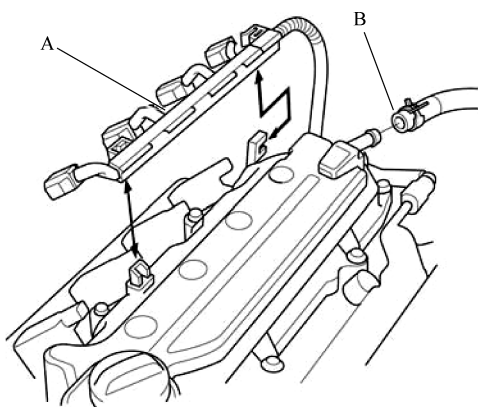

图 7-7 拆下线束托架和通气软管
- 3) 拆下线束托架 A 和通气软管 B，如图 7-7 所示。